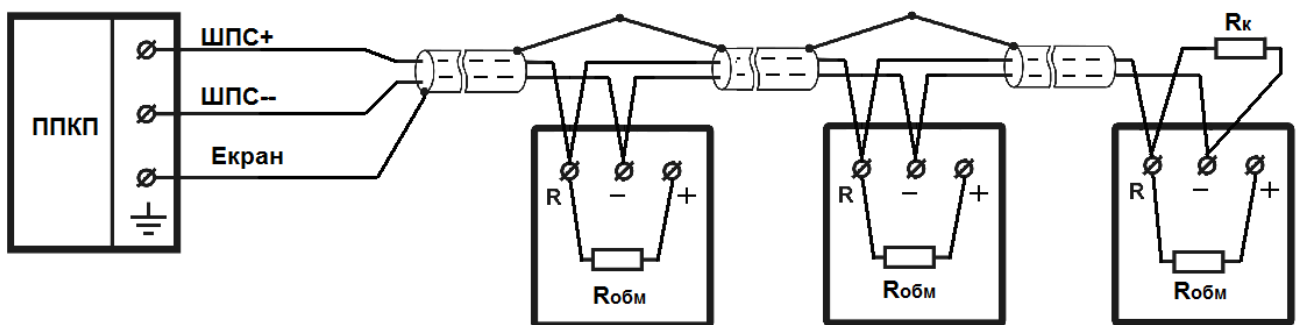

Рис. 3 Схема підключення сповіщувачів до ППКП із постійнострумовим живленням ШПС
5.5 Схеми підключення сповіщувача з різними типами ШПС наведені на рис. 3 – рис. 7.
6.4 Підключити ШПС до сповіщувача згідно рис. 3, рис. 4. Затягнути гвинти. Перевірити надійність з'єднання. Закрити кришку сповіщувача, сумістивши мітки на основі та кришці. Повернути кришку відносно основи, по ходу годинникової стрілки до упору.